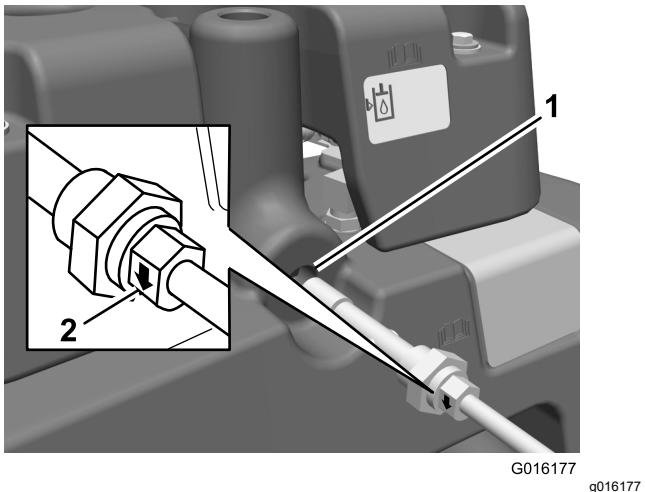

Figura 11
19. Retire el tapón del depósito hidráulico principal (Figura 11).
2. Flecha de la tuerca (2)
20. Coloque la junta tórica en el sensor del nivel de fluido hidráulico e instale el sensor en el depósito hidráulico (Figura 11).
Importante: Asegúrese de que la flecha de cada lado de la tuerca que sujetla el sensor del nivel de aceite hidráulico está orientada hacia abajo (Figura 11).